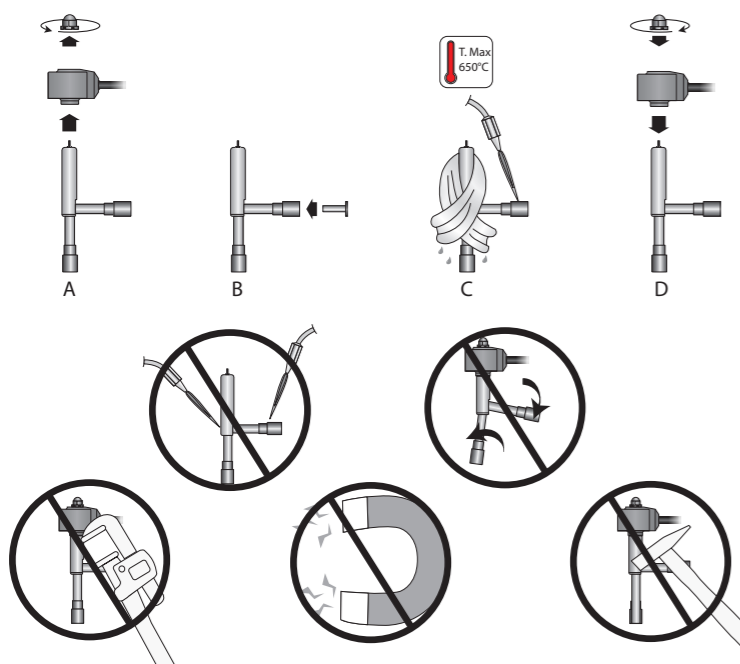

Fig.2
2. inserire il filtro in rete metallica (opzionale) **esclusivamente sul raccordo laterale d'ingresso** (Fig.2-B) posizionandolo in battuta e bloccandolo col tubo del circuito, prima di saldare la valvola. Attenzione! Utilizzare questo filtro solo in modalità mono-direzionale. In caso di utilizzo della valvola in modo bidirezionale, prevedere idoneo filtro nel circuito.
2. install the metal mesh filter (optional) **exclusively on the side inlet connection** (Fig. 2-B), making sure it is fully inserted and secured in place by the pipe, before welding the valve. Important! Only use this filter for flow in one direction. If using the valve for flow in two directions, a suitable filter is required in the circuit;